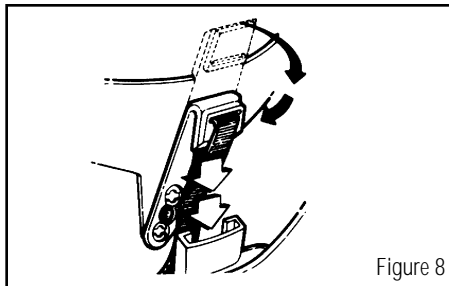

Figure 8
3. En pliant les clavettes de suspension à la charnière, insérez les clavettes dans leur fente de clavette respective. Poussez fermement dessus jusqu'à ce que les clavettes se mettent en place avec un bruit sec (figure 8).